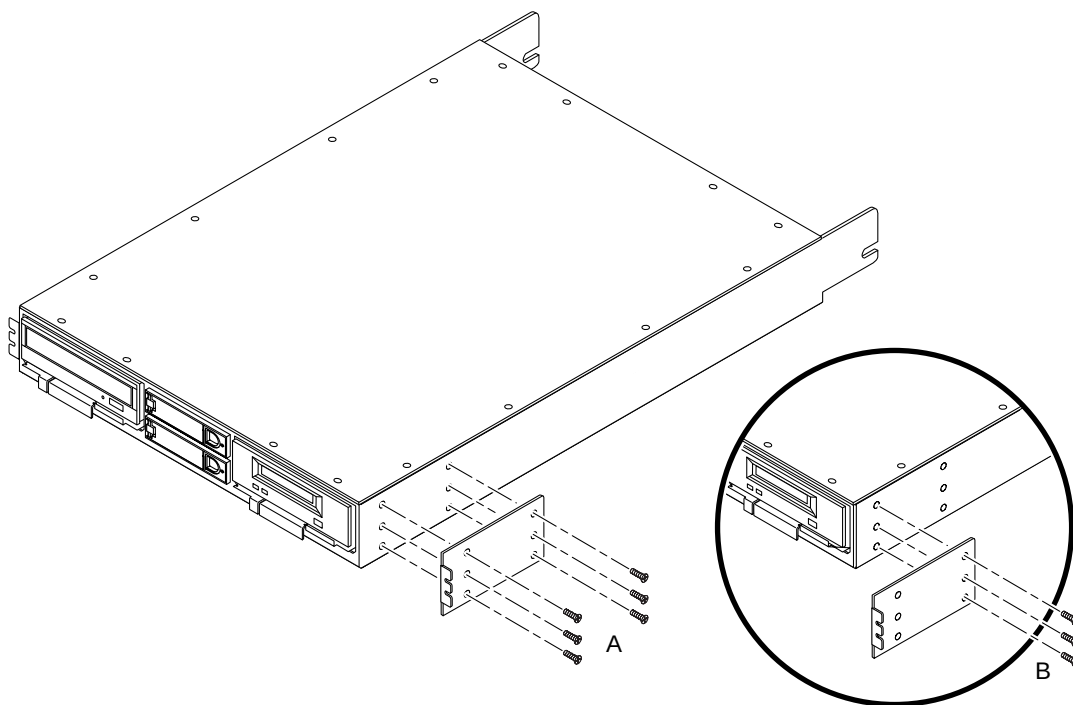

FIGURE 2-8 Fixation de la patte de montage au plateau de stockage
- Si vous montez le plateau de stockage dans l'armoire Sun Enterprise, alignez *uniquement* les orifices *arrière* de chaque patte de montage avec les orifices avant du plateau de stockage (FIGURE 2-8, B).
- Si vous montez le plateau de stockage dans une armoire d'extension Sun StorEdge, alignez les orifices *avant* et *arrière* de chaque patte de montage avec les orifices *avant* et *arrière* du plateau de stockage (FIGURE 2-8, A).